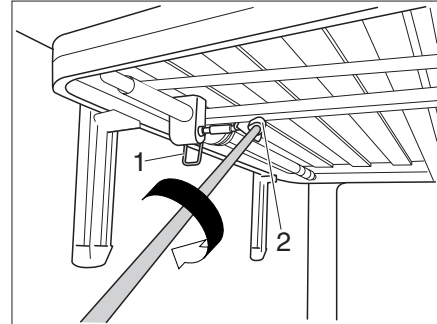

Fig. 144 Ajuste de la altura
- Soltar la palanca de retención (Fig. 144,1). La cama puede ahora desajustarse.
- Empujar la manivela en el alojamiento cuadrangular magnético (Fig. 144,2). La altura de la cama se puede ahora cambiar.
- Tirar la manivela fuera del alojamiento cuadrangular (Fig. 144,2) y colocarla en el soporte.